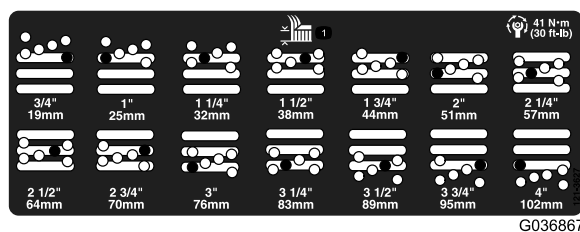

図 20
5. 希望の刈り高にチェンバを合わせ、その刈り高の穴とスロットにスペーサを通す 図 20。